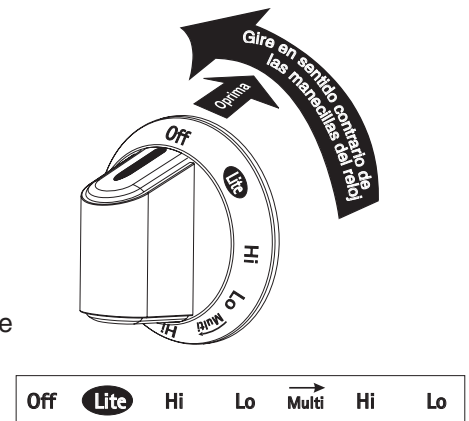

Figura 2
2. Oprima la perilla de control del quemador trasero izquierdo hacia adentro y gírela a la izquierda alejada de la posición 'OFF' (Apagado) (vea la Figura 2).